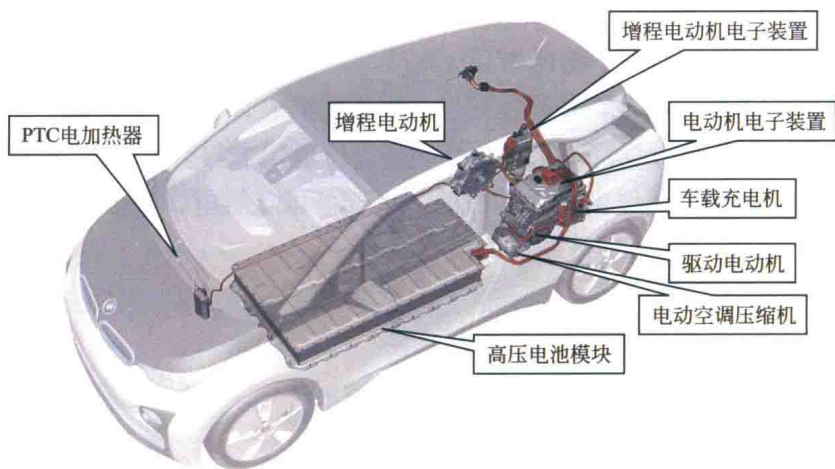

图 1-5 电动汽车高压系统所属部件（宝马 i3）
c. 高压零部件包括高压电池包、高压配电箱、车载充电器、太阳能充电器（如比亚迪 F3DM）、驱动电动机控制器总成（前、后）、电动力总成（前、后）、电动压缩机总成、电加热芯体 PTC、漏电传感器等。图 1-5 所示为宝马 i3 高压部件分布。